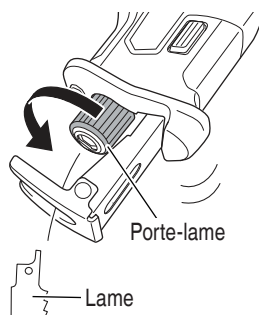

Fig. 12
- (1) Après avoir tourné le porte-lame, pointez la lame vers le bas. La lame doit tomber toute seule. Si la lame ne tombe pas, la sortir avec la main. (Fig. 12)